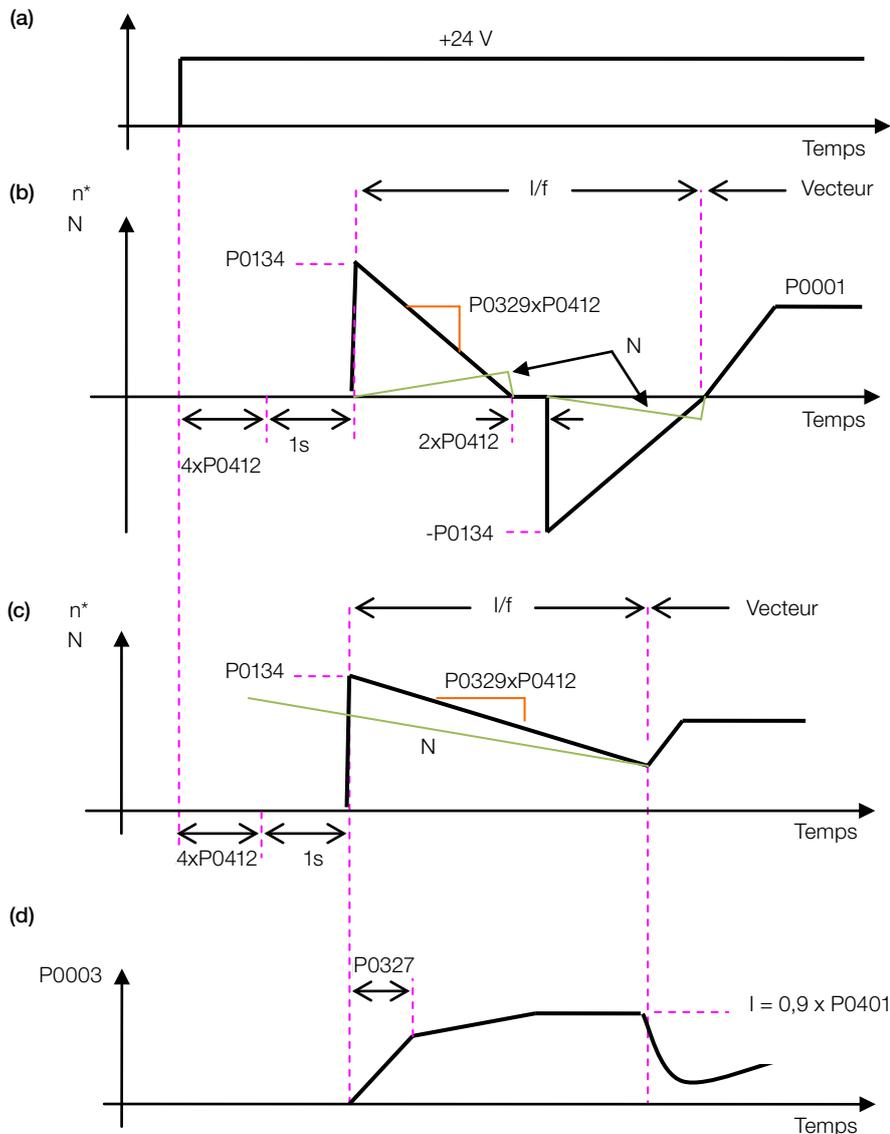

Figure 12.4: (a) à (d) Influence de P0327 et P0329 pendant un amorçage instantané (P0202 = 4)
Le comportement de la fonction Amorçage instantané (FS) en mode sans capteur pendant l'accélération et la réaccélération sont expliqués sur la Figure 12.4.
La Figure 12.4 indique le comportement de la référence de vitesse quand la fonction FS est démarrée avec l'arbre moteur arrêté et une petite valeur P0329 (non optimisée).
La Figure 12.4 indique la référence de vitesse lorsque la fonction FS est initiée avec l'arbre moteur qui tourne déjà dans le sens voulu, ou avec l'arbre arrêté et un P0329 déjà optimisé.